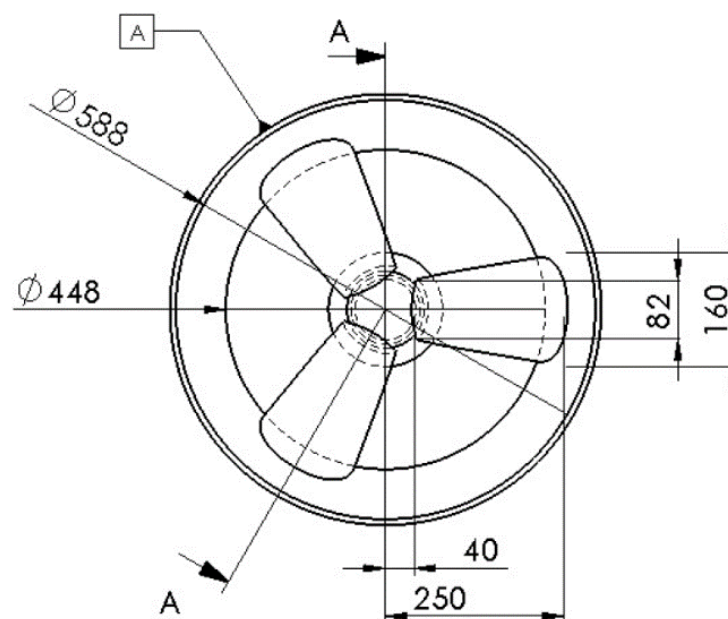

Рисунок 11.20 – Символ базового елемента, доданий до верхнього вигляду
2. Розмістіть символ базового елемента у відповідному місці (див. рис. 11.20).